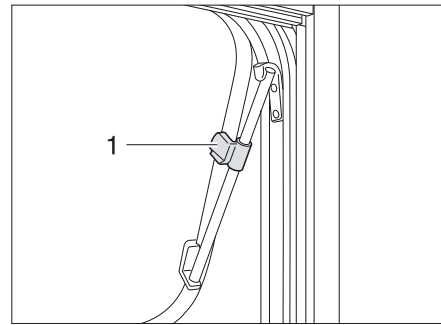

Fig. 39 Fenêtre projetante avec bras pivotants, ouverte
- Ouvrir la fenêtre projetante jusqu'à la position voulue et la bloquer avec la molette (Fig. 39,1).
- Tourner la molette (Fig. 39,1) jusqu'à ce que le dispositif de blocage soit libéré.